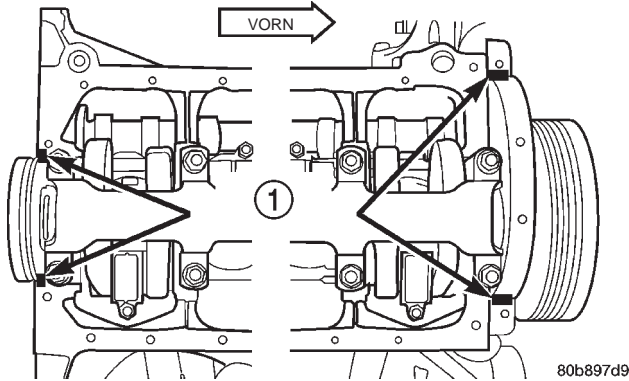

Abb. 70 Lage der Ölwanneichtung
(4) Mopar®-Silikon-Dichtungskleber auf den Motorblock, an den Ecken der hinteren Hauptlagerdeckel und an den Verbindungen der Frontabdeckung (vier Stellen) auftragen (Abb. 70).
(5) Die einteilige Dichtung über die Bolzen auf Motorblock und Steuerkettenabdeckung auflegen.